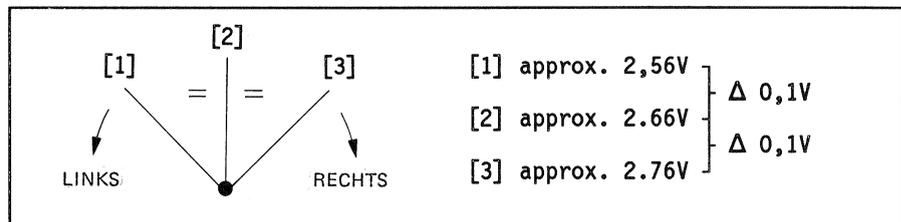

Fig. 15 Shuttle Auslenkspannungen
- SHUTTLE-Rad nach rechts auslenken, sobald sich das Band bewegt, Spannung ablesen und den Messwert notieren [3], Fig. 15.
- SHUTTLE-Rad nach links auslenken. Sobald sich das Band bewegt, Spannung ablesen und den Messwert notieren [1], Fig. 15.
- Die Ruhelage muss in der Mitte sein [2], Fig. 15.